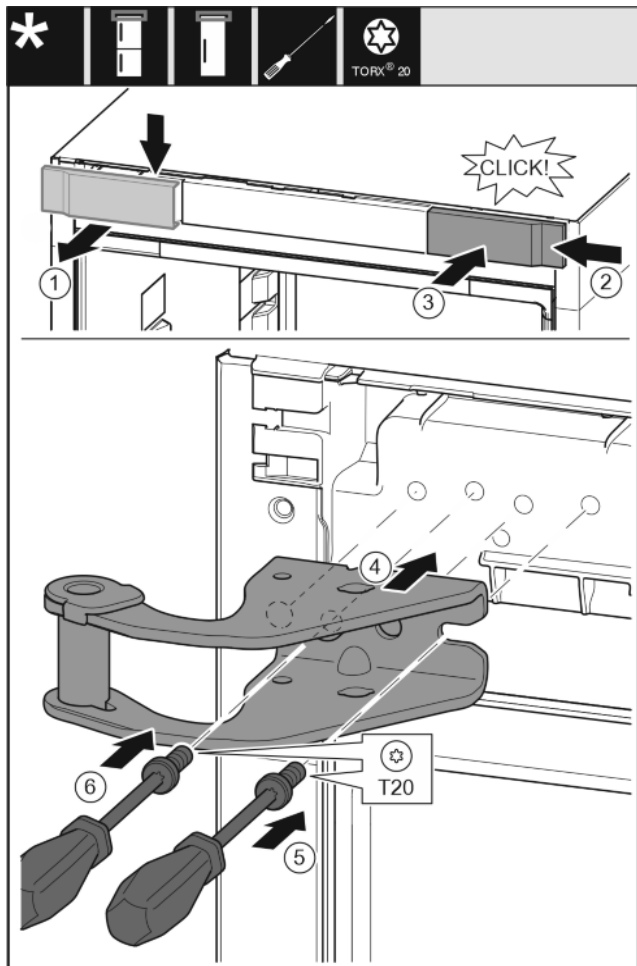

Fig. 12
- ▶ Retirer le cache du haut vers l'avant. Fig. 12 (1)
- ▶ Accrocher le cache tourné de 180° de l'autre côté à droite. Fig. 12 (2)
- ▶ Encliqueter le cache. Fig. 12 (3)
- ▶ Mettre en place le support de palier supérieur. Fig. 12 (4)
- ▶ Mettre en place la vis avec un tournevis T20 et la serrer. Fig. 12 (5)
- ▶ Mettre en place la vis avec un tournevis T20 et la serrer. Fig. 12 (6)